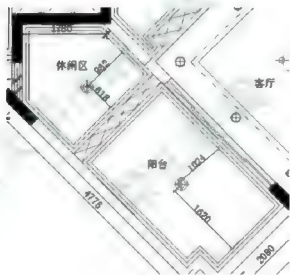

图 8-44
**步骤 4:** 使用偏移工具 $\text{↵}$ ，将多段线向内依次偏移 70 和 60 个单位，再使用插入块工具 $\text{↵}$ ，插入两盏吸顶灯，如图 8-44 所示。